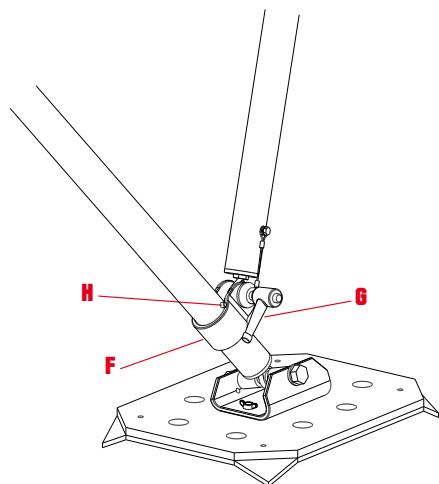

fig. 6
e) Coloque las abrazaderas (F) en contacto con el pasador (H) y use la palanca de bloqueo (G) - (fig. 6) para fijarlas.